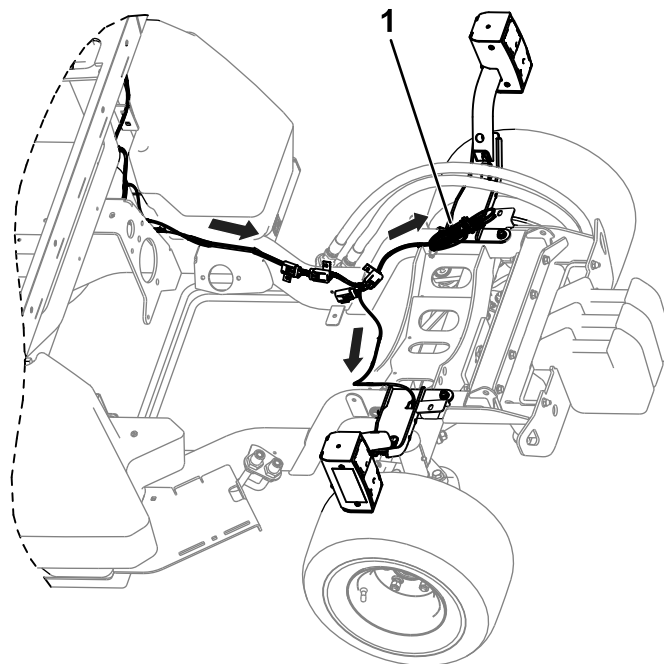

Figure 35
9. Enroulez les connecteurs restants (J01 et J02) ensemble avec un attache-câble (Figure 35).